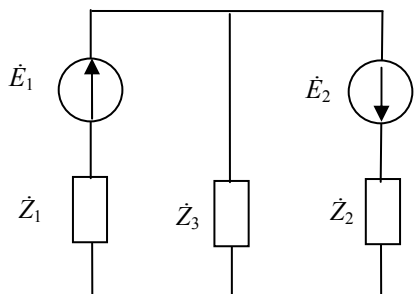

Рис. 3.8
3.1.8. Определить комплексы действующих значений токов в ветвях электрической цепи (рис. 3.8), если  $\dot{Z}_1 = 26 + j25$  Ом,  $\dot{Z}_2 = 26 - j5$  Ом,  $\dot{Z}_3 = -j10$  Ом,  $\dot{E}_1 = 20e^{j30}$  В,  $\dot{E}_2 = 80$  В.